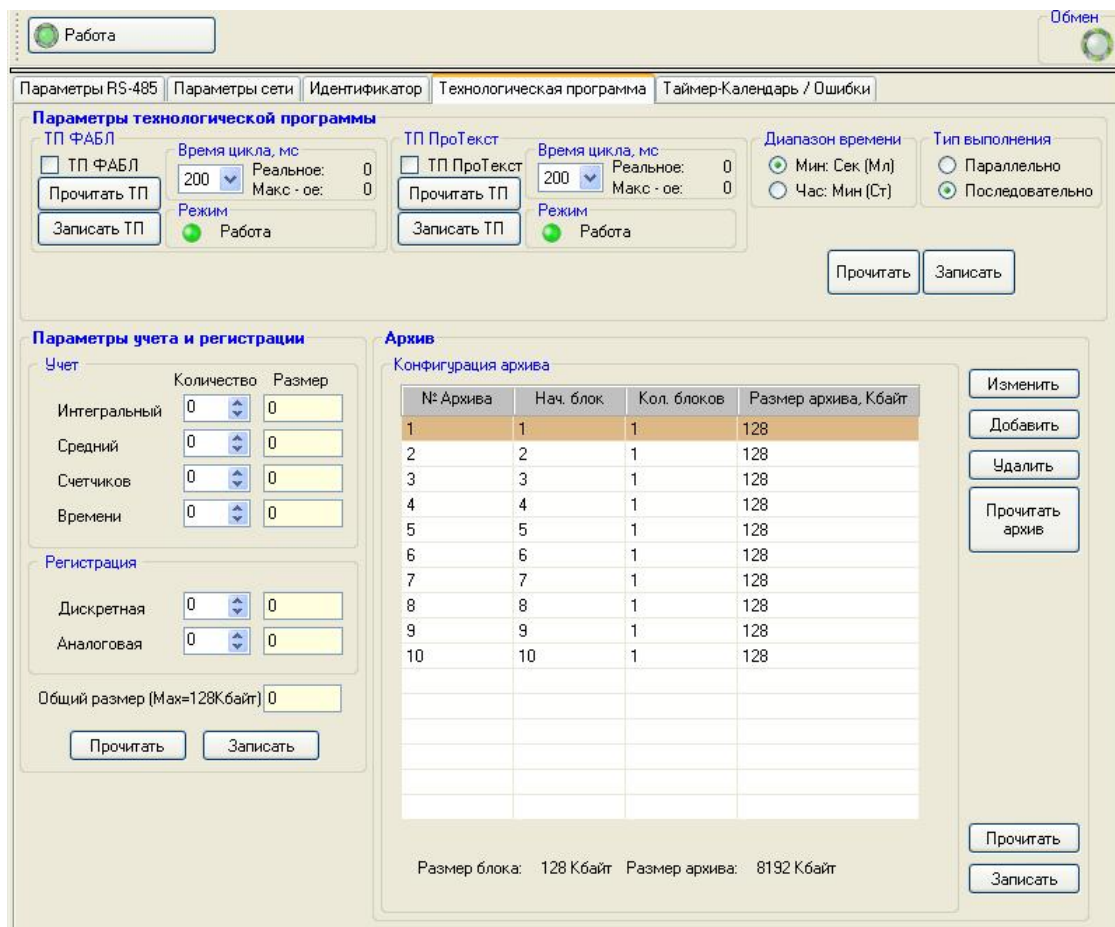
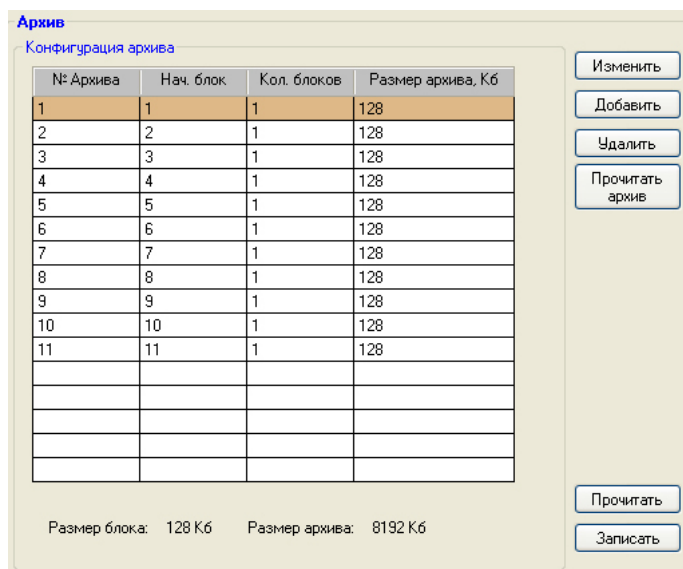

Рисунок 3.24 – Окно контроллера с активной вкладкой **Технологическая программа**
Рисунок 3.34 – Панель Архив
Работа с технологической программой (запись и чтение ТП, просмотр и настройку времени цикла ТП) с параметрами учета и регистрации, с параметрами архивов контроллера осуществляется на вкладке **Технологическая программа** (рисунок 3.24).
Группа параметров **Параметры технологической программы** включает в себя (рисунок 3.24):
- выделить память для архивов – настроить параметры архива на панели **Архив** (рисунок 3.34) вкладки **Технологическая программа** (рисунок 3.24);
- записать в контроллер технологическую программу с алгоритмами из группы алгоритмов регистрации и архивации сигналов AP5(125) или AAC(130) (КГЖТ.421457.005 РЭ1 Руководство по эксплуатации. Руководство по программированию. Книга 2. Библиотека алгоритмов. Часть 2).
Параметры архивов представлены в табличной форме на панели **Архив** (рисунок 3.34). Каждый архив характеризуется следующими параметрами:
Перечисленные команды доступны через контекстное меню таблицы параметров (рисунок 3.34).